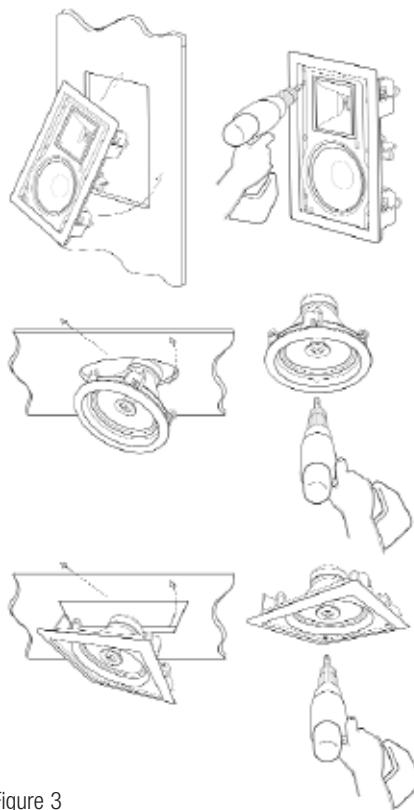

Figure 3
4. 把扬声器元件放入开口，拧紧山脊固定用十字螺栓(图3)。板条的“止挡”必须接触墙面并且插座架和板条摩擦接触。(在板条安装之前，如果使用了 Klipsch 新建泡沫条，则此安装会变得简单。)